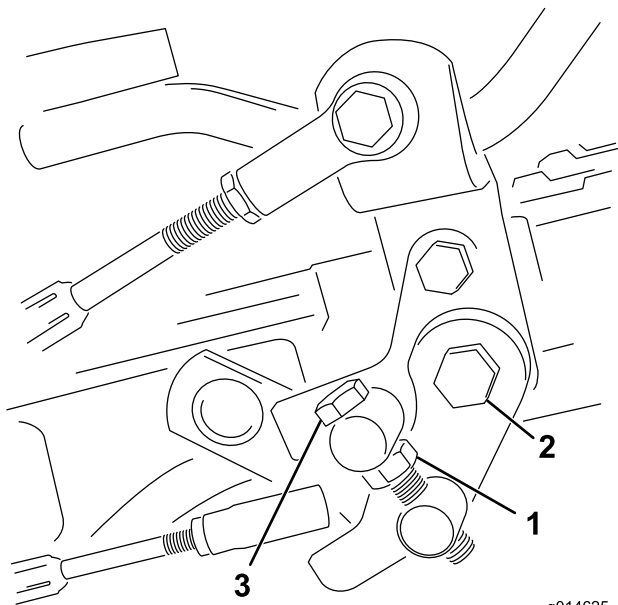

图46
1. 松开枢轴螺栓上的锁紧螺母（图46）。
4. 上紧枢轴螺栓上的锁紧螺母和踏板枢轴上的螺母，锁定调整（图46）。检查调整情况，并按需要调整。